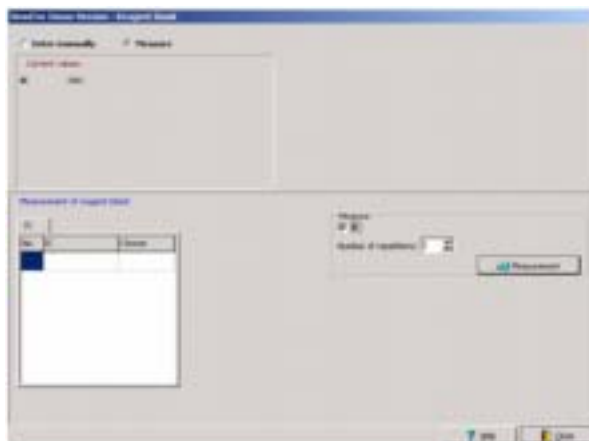

图45 Reagent Blank (试剂空白) 窗口——Automatic Measurement (自动测定)
1. 选择Measurement>Reagent Blank Value (测量>试剂空白值)打开Reagent Blank (试剂空白)窗口(图45)。